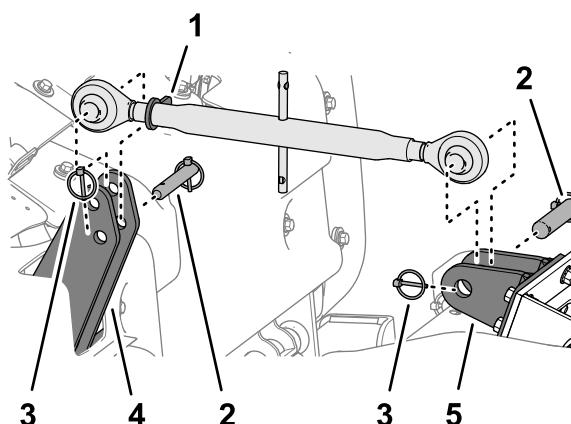

Figura 48
2. Afloje la contratuerca (**Figura 48**) y gire el brazo de enganche superior para aliviar la tensión entre la máquina y la unidad de tracción.
3. Retire el pasador de seguridad y el pasador de enganche que sujeta el brazo de enganche superior a las placas de enganche superiores de la máquina (Figura 48).
4. Retire el pasador de seguridad y el pasador de enganche que sujeta el brazo de enganche superior al soporte de la unidad de tracción (Figura 48).